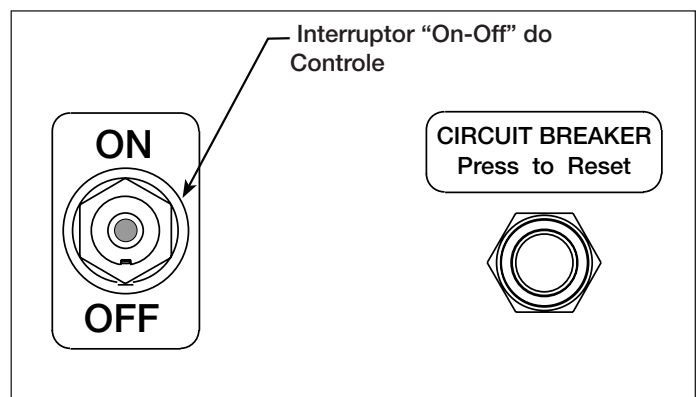

Figura 6, Painel de Controle da Bomba
5.1 Interruptor "On-Off" (Liga-Desliga) da Bomba (Ver Figura 6)
4. Conecte a unidade na energia elétrica. Mova o interruptor “on-off” para a posição “ON”. Ver Figura 6.